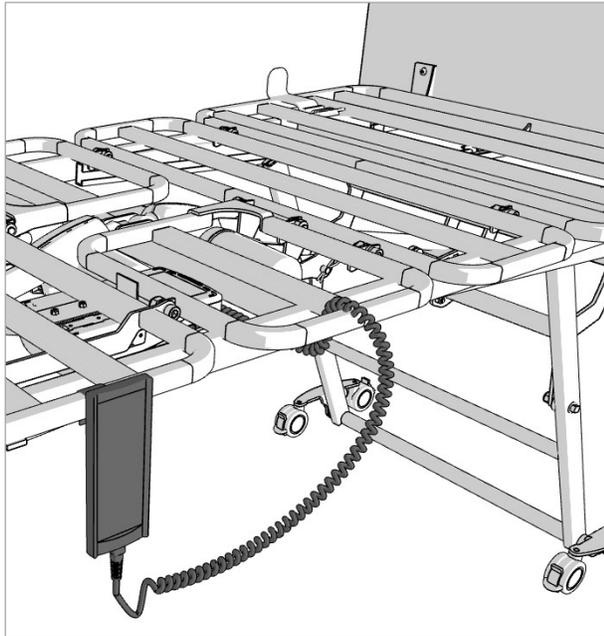

Figure 8.15
- Pour l'acheminement sur le côté gauche du lit, le câble doit être acheminé vers le haut et par-dessus le sommier, tel qu'indiqué sur la Figure 8.15.